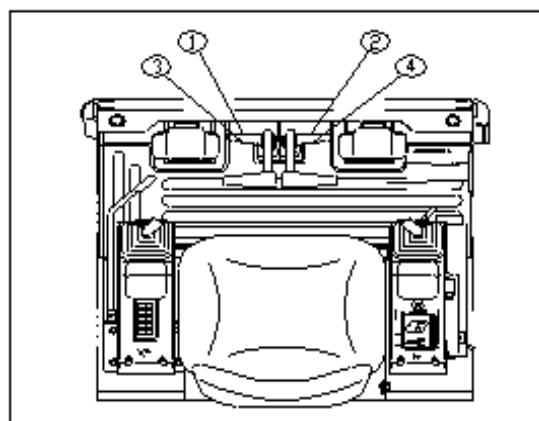
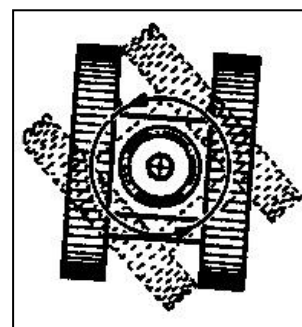
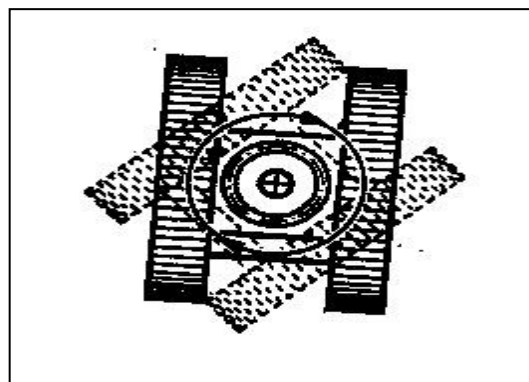

FIG. 4.4.1
FIG. 4.4.2
FIG. 4.4.3
(1) Deplasare în linie dreaptă: Apăsați în același timp două pedale înainte (1 și 2 din FIG. 4.4.1).
(2) Deplasare în marșarier în linie dreaptă: Apăsați în același timp două pedale în spate (3 și 4 din FIG. 4.4.1).
(3) Întoarcerea pe loc
a) Viraj la dreapta (Conform FIG. 4.4.2): Se calcă pedala dreaptă înainte (2 din FIG. 4.4.1) și pedala stângă spre spate (3 din FIG. 4.4.1).
b) Viraj la dreapta (ca în FIG. 4.4.3): Călcați pedala din partea dreaptă spre spate (4 din FIG. 4.4.1) și pedala din partea dreaptă în față (1 din FIG. 4.4.1).
Viraj la stânga: apăsați pedala din partea dreaptă în față (punctul 2 din FIG. 4.4.1)
Viraj la dreapta: apăsați pedala din partea stângă în față (punctul 1 din FIG. 4.4.1)